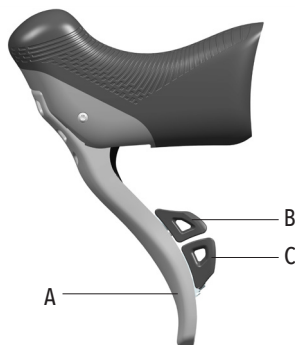

図7
- A - ブレーキ・レバー (図7)
- B - 上側レバー (図7)
- C - 下側レバー (図7)
・レバーA (図7) はブレーキを動作させます。左右どちらのレバーが、前後どちらのホイールを制動させるのかを確認してください。